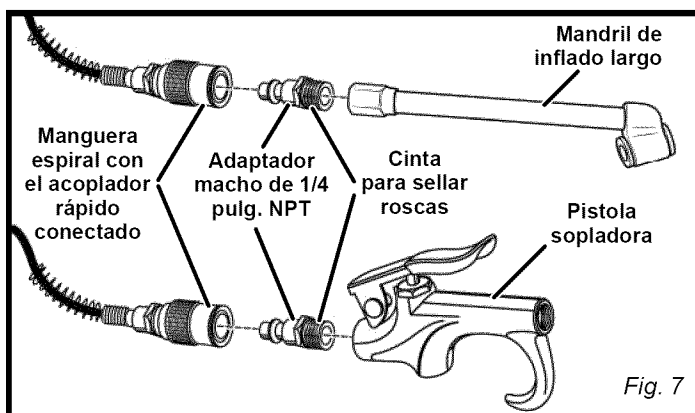

Fig. 7
- Aplique cinta para sellar roscas al extremo roscado del adaptador macho. Conecte el adaptador macho de 6,4 mm (1/4 pulg.) NPT a la herramienta o accesorio deseado (consulte la fig. 7).
- Conecte herramientas neumáticas a la manguera del aire introduciendo el conector macho de conexión rápida al racor rápido que hay en el extremo de la manguera (consulte la Fig. 7).
**ADVERTENCIA** Siempre asegúrese de que el interruptor esté en la posición de apagado (O) y el manómetro regulador indique cero antes de cambiar de herramienta de aire o desconectar la manguera de la salida de aire. La inobservancia de esta advertencia puede causar lesiones corporales serias.
- Ponga el interruptor en la posición de encendido (I).